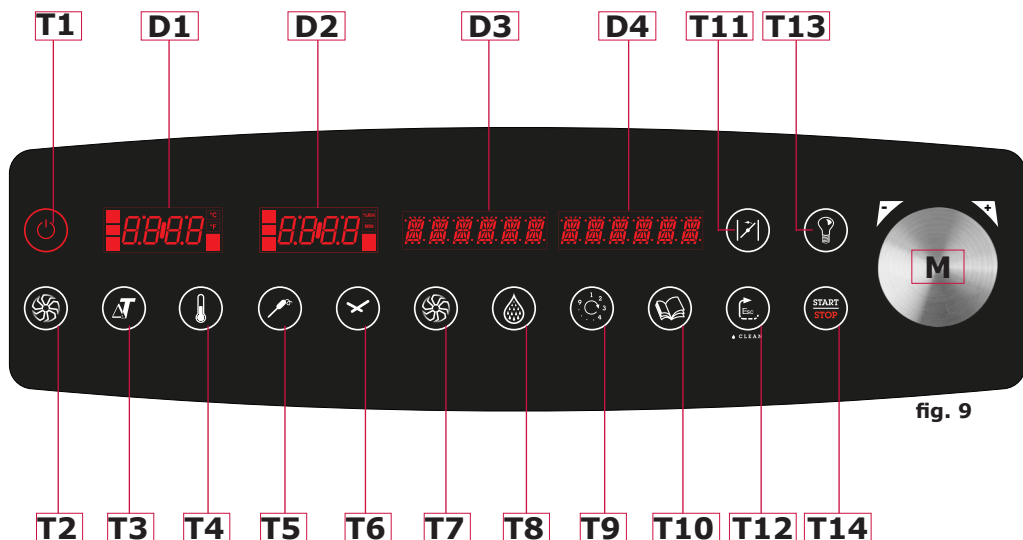

fig. 9
Encienda el horno mediante la tecla del interruptor principal **T1 fig. 9** (página siguiente)
Presione la tecla **T2 (fig. 9)** "Start/Stop".
- Las luces en la cámara de cocción se encienden presionando la apropiada tecla **T5 (fig. 9)** y después de 45 segundos, si no se han apagado antes presionando nuevamente la tecla, se apagan automáticamente.
Mediante la presión por 3 segundos de la tecla **T1 (fig. 9)** se puede encender y apagar el horno. En el encendido el horno está en modalidad Stand-by en espera de la introducción de los parámetros de cocción.